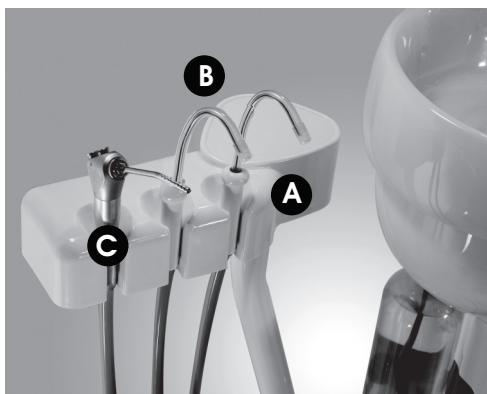

Fig. 21
- A Suporte de Instrumentos** - Sua função é servir de apoio para os sugadores e seringa tríptica utilizados pela ASB (auxiliar de saúde bucal) (Fig. 21). A Cristófoli disponibiliza vários kits opcionais para instalação em seus consultórios, entre eles, o kit braço extensor para a unidade auxiliar, o mesmo pode ser adquirido através dos revendedores Cristófoli;
- B Sugadores** - A função dos sugadores é aspirar saliva, sangue e outros resíduos durante o procedimento. Há dois sugadores de 6 mm de diâmetro para saliva, sangue e resíduos (Fig.21). Se necessário, teste os sugadores individualmente sugando a água do copo para enxágue bucal. Certifique-se de que a tampa do separador de resíduos esteja corretamente fechada (Item E, pág. 15);
- C Seringa Tríptica** - As duas seringas trípticas que acompanham o equipamento, uma na mesa de instrumentos e uma na unidade auxiliar, fornecem o esguicho de água (botão esquerdo), jato de ar (botão direito) ou spray (ambos os botões pressionados simultaneamente). A água utilizada pelas seringas trípticas provém da garrafa PET. Acompanham as seringas, duas ponteiros extras removíveis e autoclaváveis (Fig. 21).